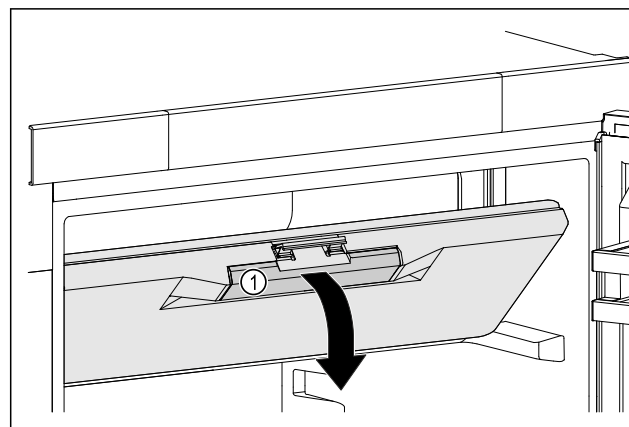

Fig. 27
- ▶ Chwycić drzwi komory zamrażalnika za zagłębienie uchwytu Fig. 27 (1).